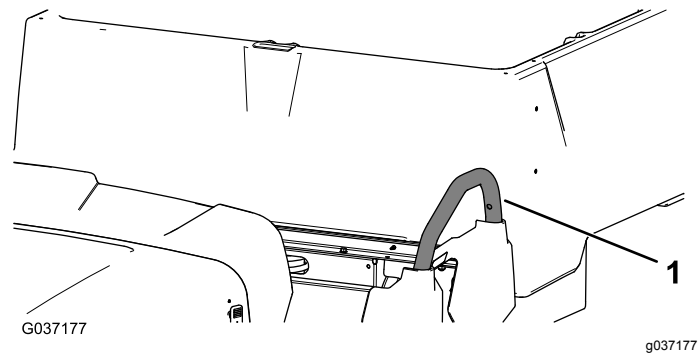

Figur 8
1. Fjern bagbeklædningen fra den bageste skumforsegling, og fastgør forseglingen på maskinen som vist i Figur 8.